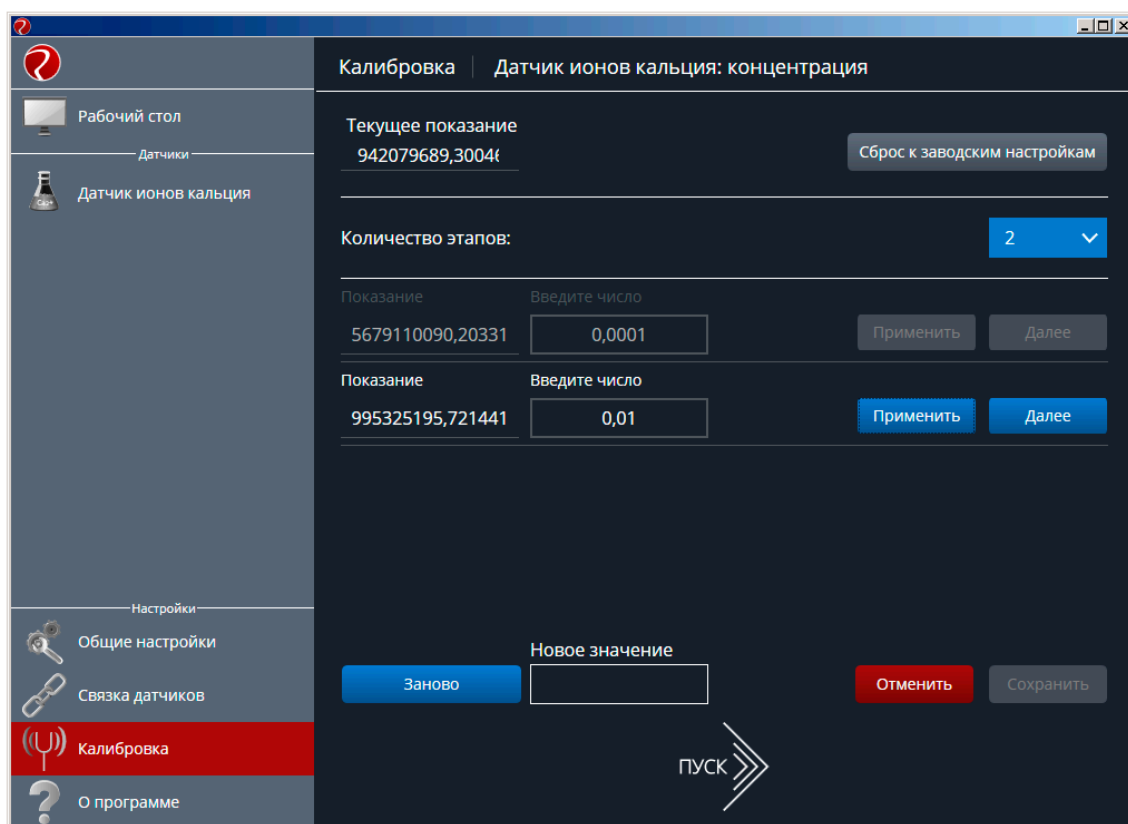

Рисунок 6 – Последующие этапы калибровки
- 11) Выполнить действия пп.3.9 – 3.10 для остальных калибровочных растворов (в порядке увеличения концентрации ионов кальция) (рис. 6).